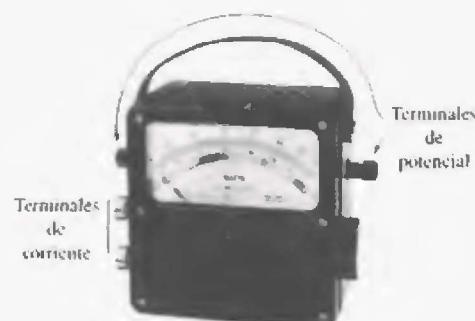
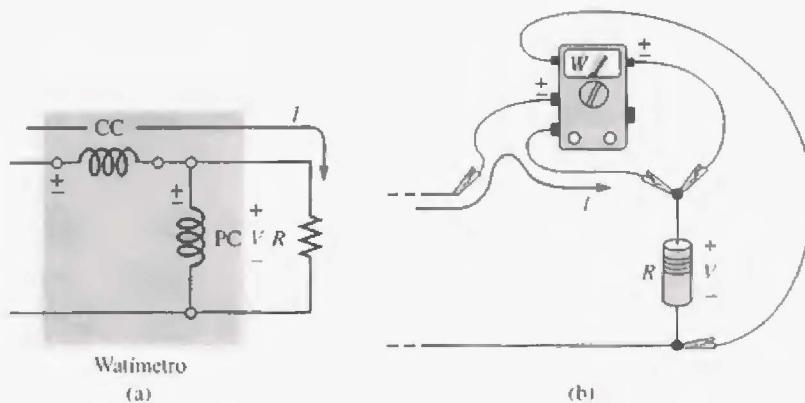

FIGURA 4.16
FIGURA 4.17
Como podría esperarse, existen instrumentos que pueden medir la potencia entregada por una fuente a un elemento de dissipación o disipativo. Un instrumento de este tipo, el **watímetro**, se muestra en la figura 4.16. Como la potencia es una función de los niveles de corriente y voltaje, para medir la potencia al resistor R deben ser conectadas cuatro terminales como se muestra en la figura 4.17.
Si las bobinas de corriente (CC) y las bobinas de potencial (PC) del wattímetro están conectadas como en la figura 4.17, se tendrá una lectura hacia arriba de la escala del wattímetro. Una inversión de cualquiera de las bobinas resultará en una indicación por abajo de cero. Tres terminales de voltaje pueden estar disponibles sobre el lado del voltaje para permitir una selección de los niveles de éste. En la mayoría de los wattímetros, las terminales de corriente son físicamente mayores que las de voltaje para proporcionar seguridad y garantizar una conexión sólida.